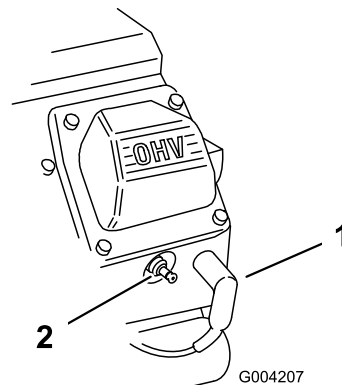

Figure 153
- Débranchez les fils des bougies (Figure 153).